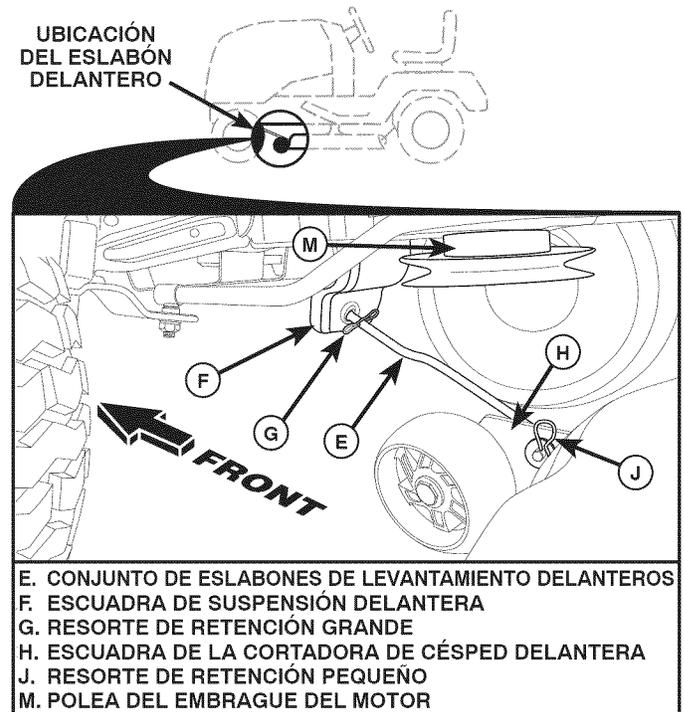

Fig. 14
## 8. INSTALE EL ESLABÓN DELANTERO (E) (Vea Fig. 14)
- Desde la parte delantera del tractor, inserte el extremo de varilla del eslabón delantero (E) a través del agujero de suspensión delantero de la escuadra de suspensión del tractor (F).
- Muévase hasta el lado izquierdo de la cortadora e inserte un resorte de retención grande (G) a través del agujero del eslabón delantero (E) detrás de la escuadra de suspensión delantera (F).
- Inserte el otro extremo del eslabón (E) en el agujero de la escuadra derecha de la cortadora de césped (H) y asegure con una arandela y un resorte de retención pequeño (J).